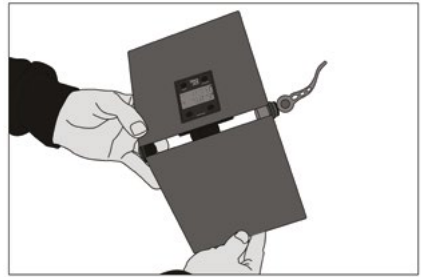
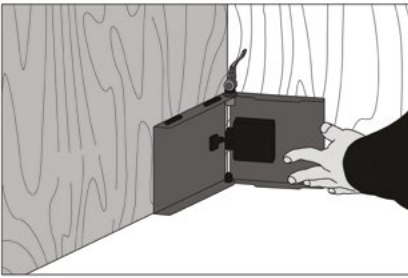
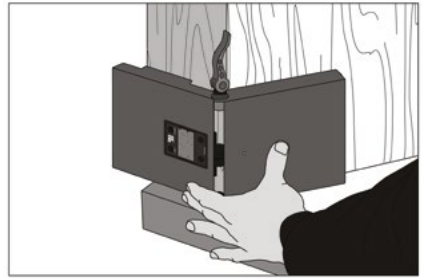

fig 4
fig 5
fig 6
- Con la palanca de la leva suelta, abra los brazos (**fig. 4**) y coloque el Triglig contra la esquina que va a medir. Para una esquina externa, la pantalla LCD debe quedar hacia fuera (**fig. 5**). Para una esquina interna, la pantalla LCD debe quedar hacia la pared (**fig. 6**).